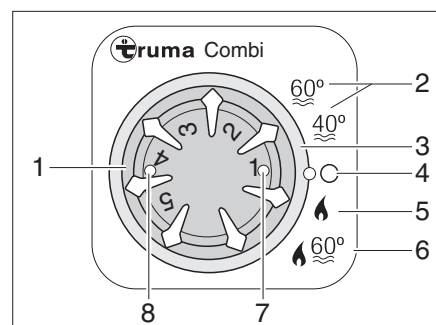

Bild 209 Bedieneinheit für Heizung/Boiler
- Betriebsart mit dem Drehschalter (Bild 209,3) einstellen.
Die Heizung wählt nach eingestellter Heizstufe selbstständig die benötigte Brennerstufe. Bei Betriebsart "Heizung und Boiler" (Bild 209,6) wird auch das Wasser im Boiler erhitzt. Die Heizung kann in der Betriebsart "Heizung ohne Boiler" (Bild 209,5) mit leerem Boiler betrieben werden.
- Temperatordrehknopf (Bild 209,1) an der Bedieneinheit auf gewünschte Heizstufe stellen.
- Drehschalter (Bild 209,3) auf Winterbetrieb "Heizung ohne Boiler" (Bild 209,5) oder auf Winterbetrieb "Heizung und Boiler" (Bild 209,6) stellen.
Grüne Kontroll-Leuchte (Bild 209,7) leuchtet.
- Drehschalter (Bild 209,3) auf "O" (Bild 209,4) stellen.
Die Kombination Gasbetrieb und 230-V-Elektrobetrieb verkürzt die Aufheizzeit (nur möglich, wenn die Heizung an der Bedieneinheit (Bild 209) auf Winterbetrieb gestellt ist).